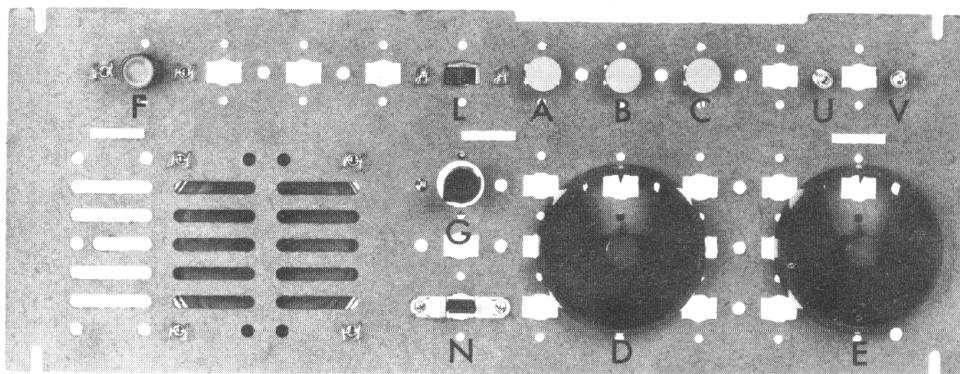

Abb. 54
2.1. Baue die Bedienungselemente gemäß Abb. 54 fest in die Vorderplatte ein. Dieses Foto zeigt den kompletten Aufbau EE 1003 bis EE 2006.